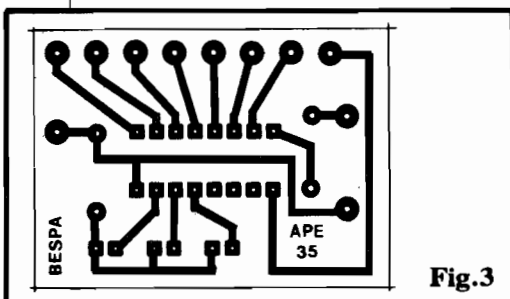

Fig.3
- FIG. 3 - COMPONENTES E FORMAÇÕES DE PINAGEM - A esquerda da figura o Leitor encontra os dados "visuais" quanto ao Integrado 7485 (que ainda não foi utilizado em montagens de APE, portanto merece uma "avant
- FIG. 3 - LAY OUT DO CIRCUITO IMPRESSO - Em tamanho natural (escala 1:1) a figura